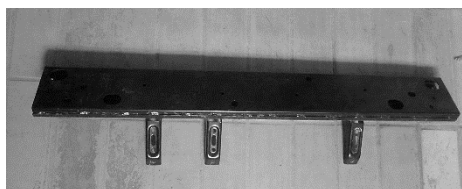
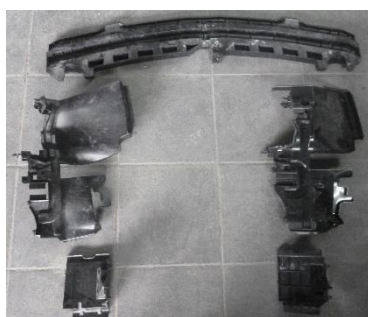
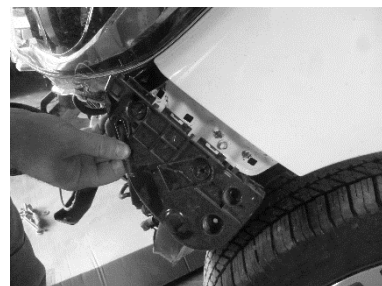

Рис.1
Рис.2
Рис.3
1. Снять штатный бампер с автомобиля и демонтировать штатную защитную трубу (рис.1), дефлекторы и пластиковую панель крепления штатного бампера (рис.2), боковые фиксаторы штатного бампера (рис.3).